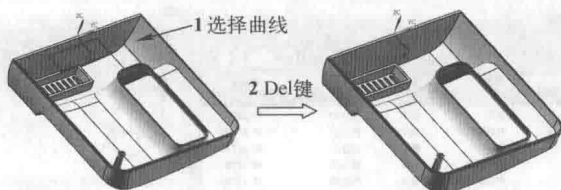

图 1-12 删除曲线操作过程 (三)
- [3] 按下鼠标中键，拖动鼠标将对象翻转，选择图示曲线，按 Del 键删除该曲线，操作过程如图 1-12 所示。